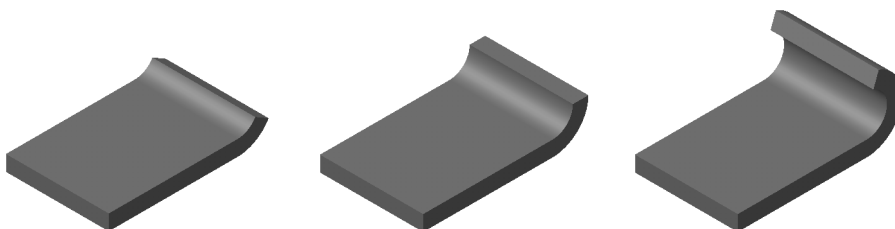

Рис. 97.11. Примеры сгибов без продолжений
- ▼ При использовании способа **Длина** возможен ввод нулевого значения длины. Это означает формирование сгиба без продолжения (рис. 97.11).